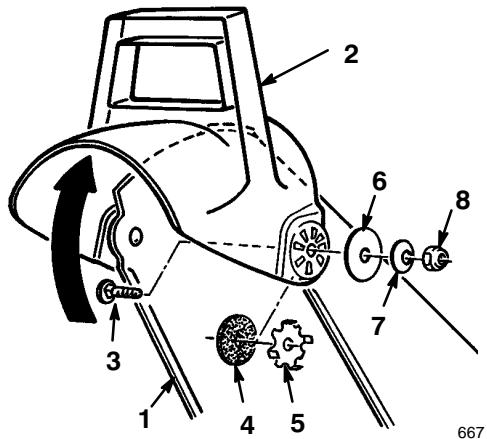

Figura 12
- Fissate il lato sinistro del deflettore allo scivolo utilizzando i particolari illustrati in Figura 12.